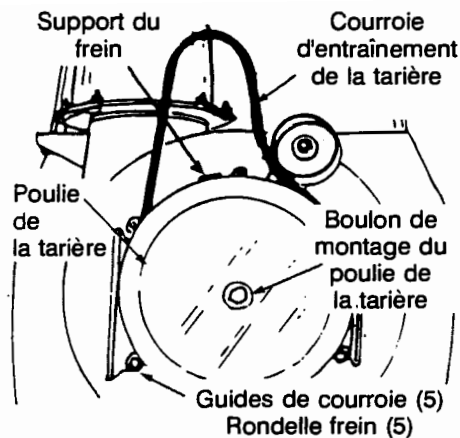

FIGURE 18
- Dégagez la courroie d'entraînement de la tarière (courroie avant) de la poulie motrice. Voir la Figure 18.
- a. Utilisez une clé de 9/16 po pour enlever. Utilisez une clé de 9/16es de po pour retirer les guides de courroies et les rondelles-frein qui se trouvent autour de la poulie de la tarière. Voir la Figure 18.